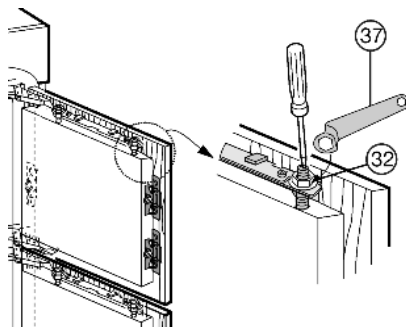

Fig. 25
- ▶ Serrer les contre-écrous Fig. 25 (32) avec la clé polygonale Fig. 25 (37) en bloquant les boulons d'ajustage Fig. 25 (33) à l'aide d'un tournevis.